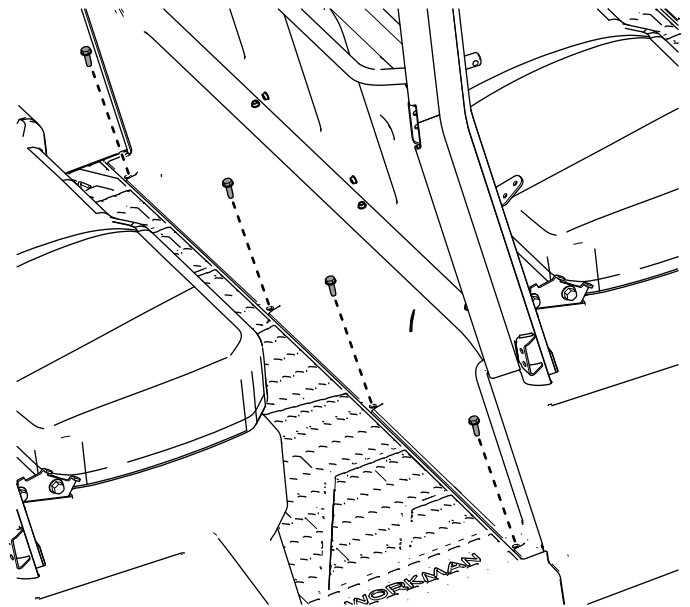

Figura 51
24. Fije la parte inferior de la cavidad para los pies con los 4 pernos de cabeza hexagonal con arandela prensada ($\frac{5}{16}$ " x 1") que se retiraron anteriormente, tal y como se muestra en la **Figura 51**.